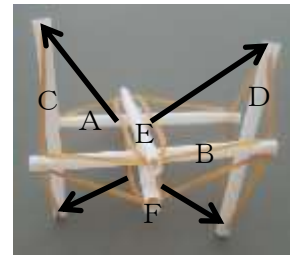

図5
- ④ ストローE、Fの輪ゴムを、ストローC、Dの切れ込みにはめて完成です。(図5)